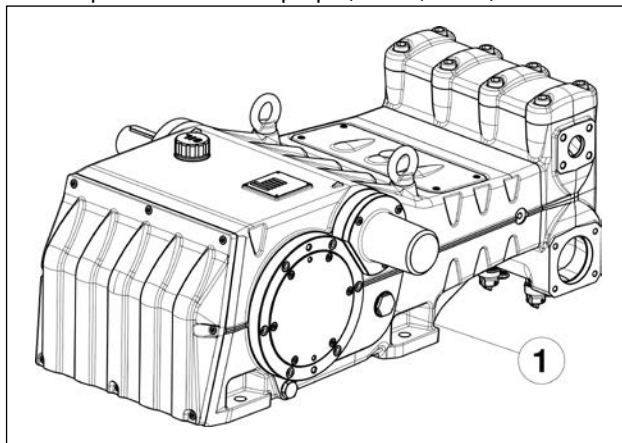

Рис. 8
5. Масло в картере насоса находится на нужном уровне, проверьте его при помощи специальных смотровых отверстий по бокам картера (поз. ①, Рис. 8).